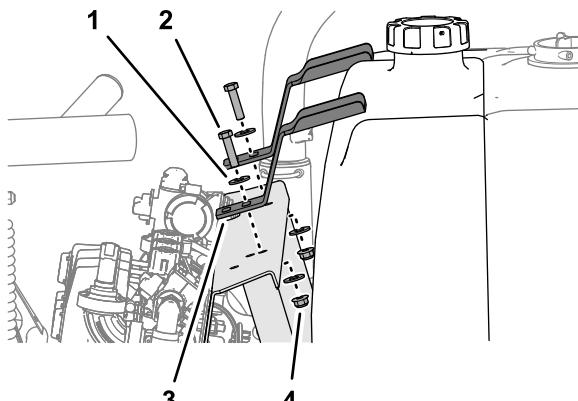

図 4
5. すぎタンク用の固定ブラケット2個をバルブマウントに固定しているボルト2本、ワッシャ4枚、フランジロックナット2個を外して、固定ブラケットを外す図 4。